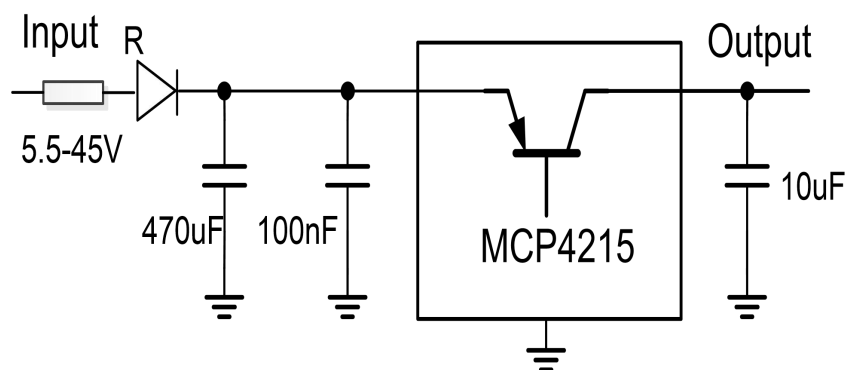

图 6-1 典型应用电路
2) 图 6-1 给出了一种典型应用电路。为了确保控制环稳定，MCP4215L50 输出端需要一个容值至少 1uF、ESR 最大 4R 的输出电容。钽电容和多层陶瓷电容都合适。
4) 为了缓冲电源线影响，图 6-1 所示的应用电路中另加了一个 470uF 的电解输入电容。如果器件由几米长的电源线供电，则推荐使用该电容。